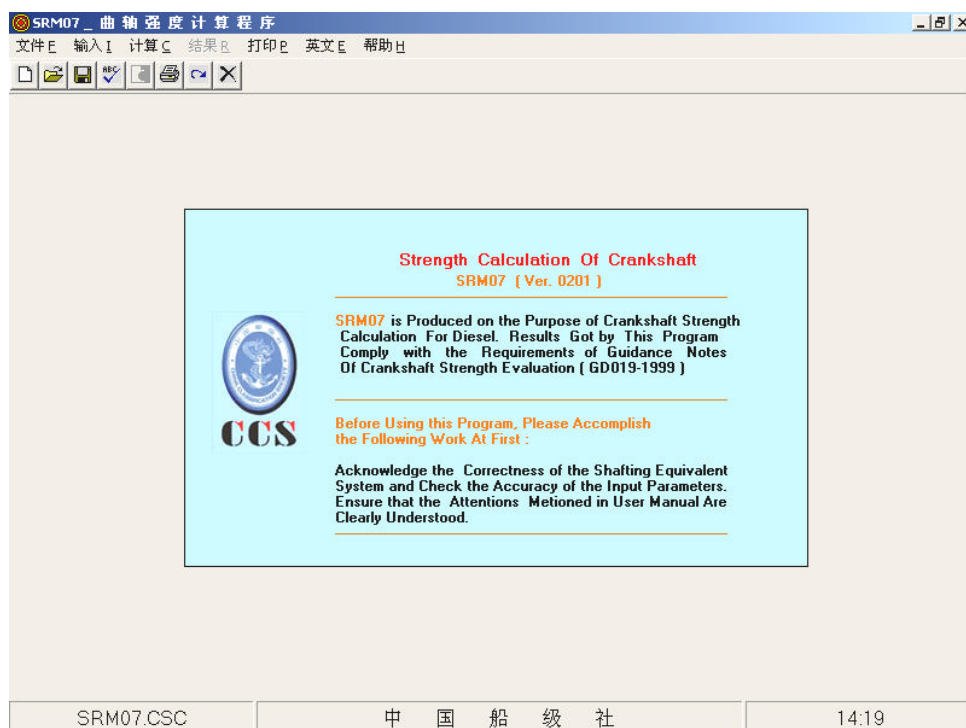

图 4.1
- 主界面上有主菜单及相应的快捷图标按钮，如图 4.1 所示；
- 在主菜单中单击“输入”项中的“标识数据”，显示标识数据输入/修改版面，见图 4.1 所示。